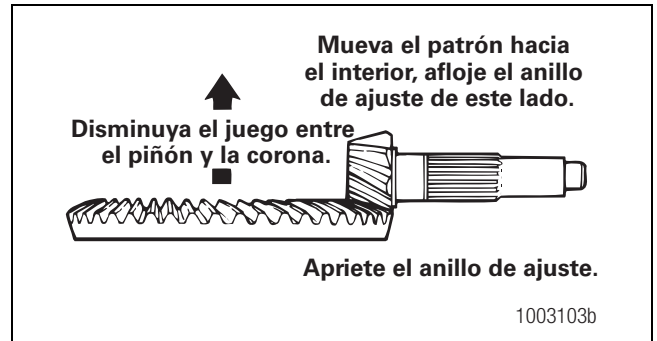

Figura 5.74
- A. Disminuya el juego para mover los patrones de contacto hacia la parte interior de los dientes de la corona. Figura 5.74.